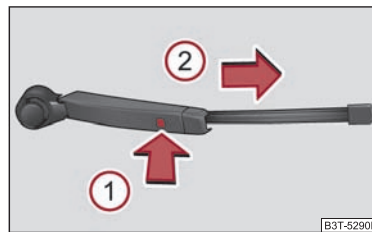

Fig. 65 Lamela ștergătorului lunetei
- Ridicați brațul ștergătorului de pe lunetă și poziționați lamela astfel încât să formeze un unghi drept cu brațul ștergătorului ⇒ fig. 65.
- Cu cealaltă mână deblocați siguranța ① și scoateți lamela în sensul săgeții ②.